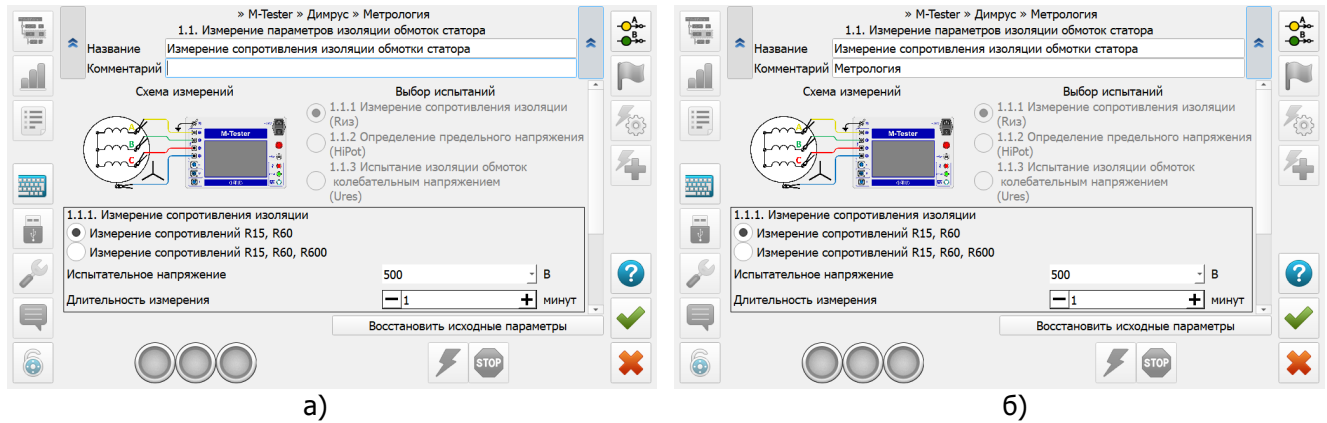

Рисунок 9.14 – Окно настройки опыта «Измерение параметров изоляции обмотки статора»
- выбрать испытание «1.1. Измерение параметров изоляции обмотки статора», в появившемся окне настройки выбранного теста (рисунок 9.14,а) в графе «Комментарий» ввести слово «Метрология», при этом в качестве опыта должен быть выбран «1.1.1 Измерение сопротивления изоляции» и активизирована соответствующая область, в которой необходимо выбрать величину напряжения испытания (например, равное 500 В) (рисунок 9.14,б), чтобы создать метод испытаний для поверки воспроизведения напряжения постоянного тока;